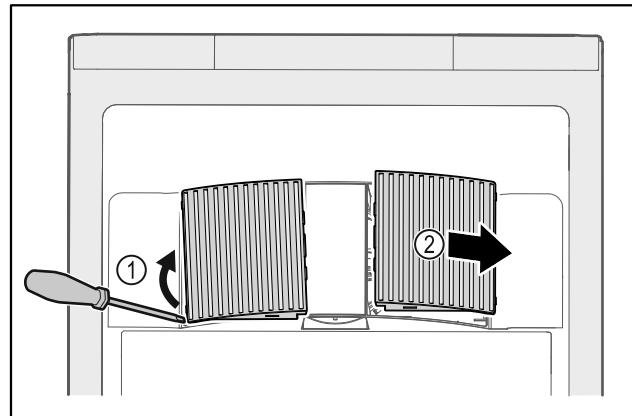

Fig. 199
- Осторожно подденьте крышки вентилятора сбоку Fig. 199 (1) и снимите их движением вперед Fig. 199 (2).